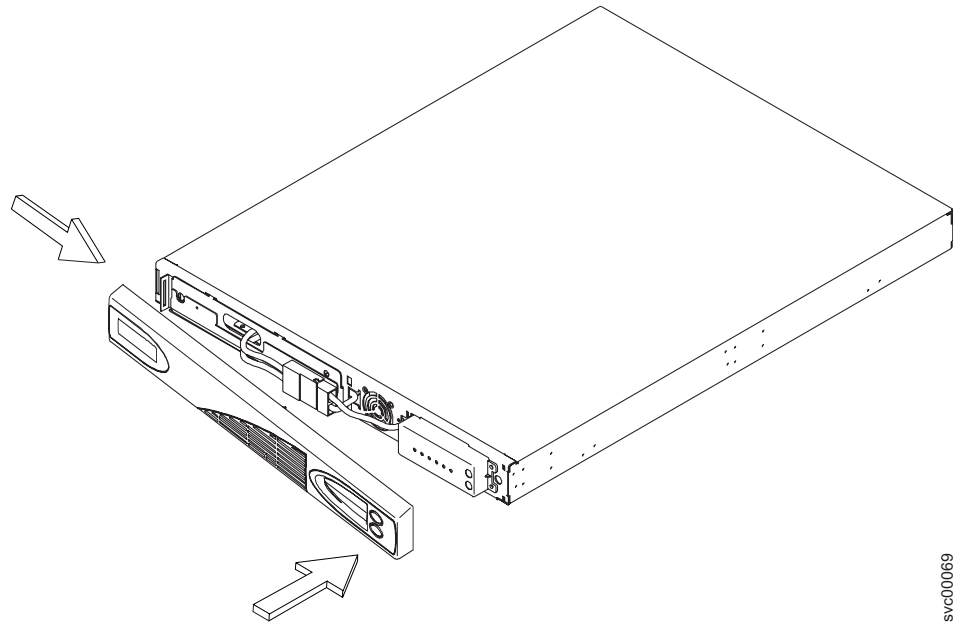

図 139. 2145 UPS-1U のフロント・パネルの交換
4. フロント・パネルを、パネル左側に引っかかるまで右方に押しします。フロント・パネルを、パネルがカチッと音が鳴って2145 UPS-1U の右と、真中のセクションに収まるまで前方に押しします。 図 139 を参照してください。